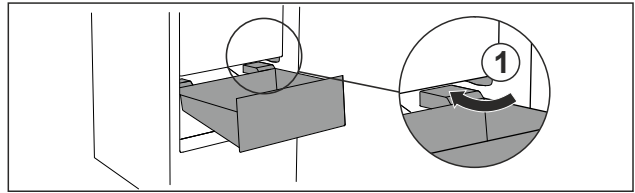

Fig. 94
- ▶ Обвести висувний ящик навскіс навколо стопора Fig. 94 (1).